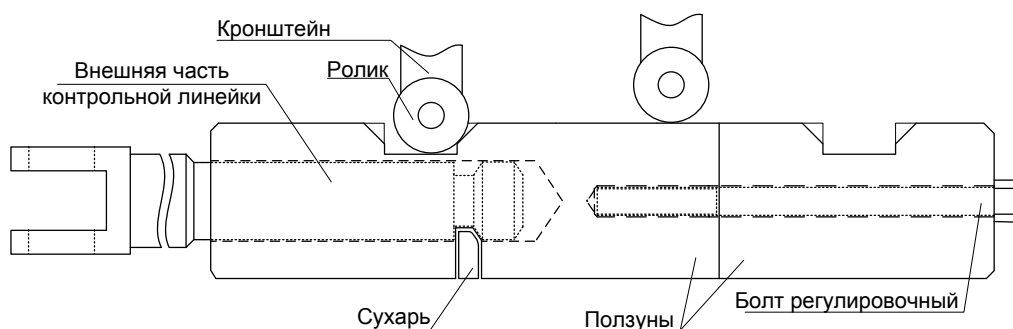

Рис.2. Контрольная линейка в положение, когда шибер «втянут»
- в положении, когда шибер «втянут» (сердечник прижат к ближнему от электропривода усовику) отрегулировать при помощи регулировочной муфты контрольной тяги положение контрольной линейки так, чтобы в крайнем положении ролик кронштейна (ближний к оси пути) был опущен в проточку и прижат к скосу проточки в линейке (см.рис.2);